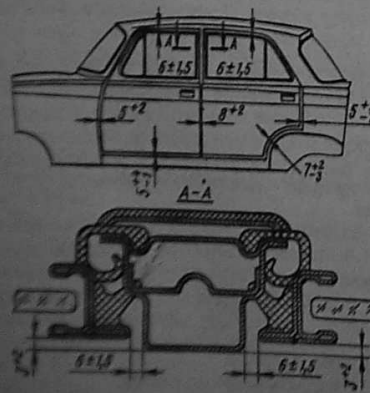

Рис. 173. Зазоры по дверям кузова (условно уплотнители двери и проемов показаны в свободном состоянии, а желобки отменены)
3. Появились неравномерные зазоры между дверями и кузовом по наружной поверхности (рис. 173).